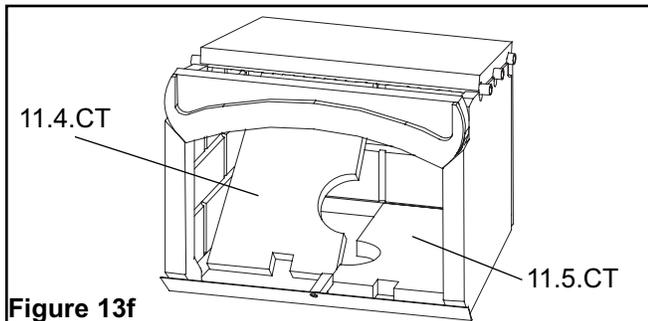

Figure 13f
8. Placez les deux pierres du fond (11.4.CT à gauche et 11.5.CT à droite) dans la boîte à feu. Pour en faciliter la pose, retirez le bouchon du tiroir à cendres et insérez les pierres tel qu'illustré à la Figure 13f. Faites d'abord glisser la pierre de gauche sous le tuyau d'entrée d'air avant, puis faites de même pour la pierre de droite et remettez le bouchon en place.